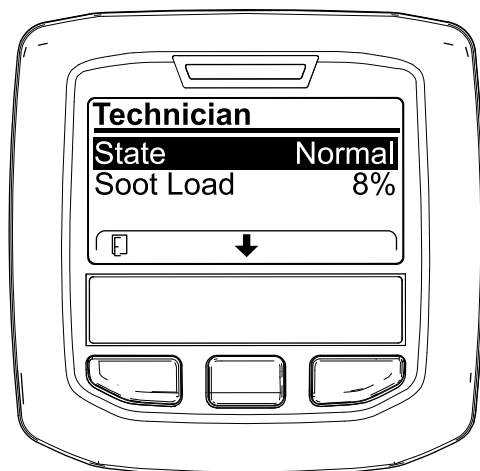

Figura 35
- Utilice la tabla de funcionamiento de DPF para comprender el estado actual del funcionamiento del DPF (Figura 35).